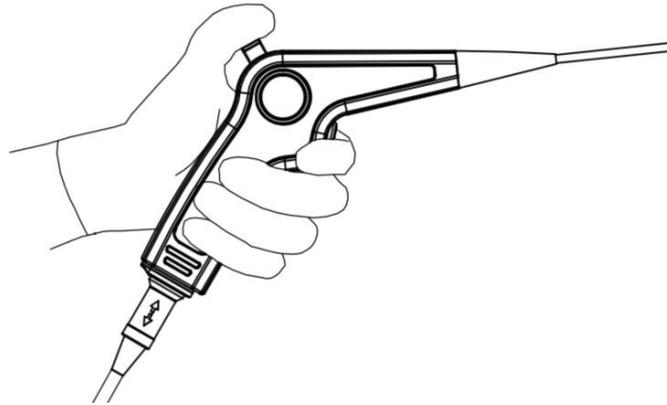

Fig. 3.6
2. Comme illustré ci-dessous à la figure 3.6, tournez lentement le bouton de commande d'angulation UP/DOWN jusqu'à sa position neutre, confirmez que la section de flexion revient en douceur à un état approximativement droit.